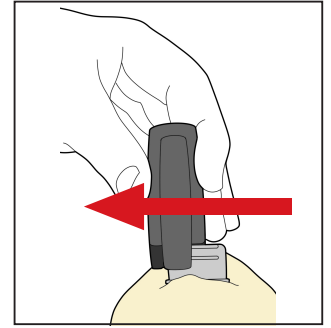

図13
7. マスクが完全に固まったら、IntegraBiteアプリケーターを左右どちらかにスライドさせて取り外します(図13)。